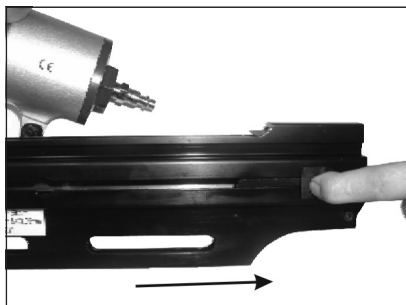
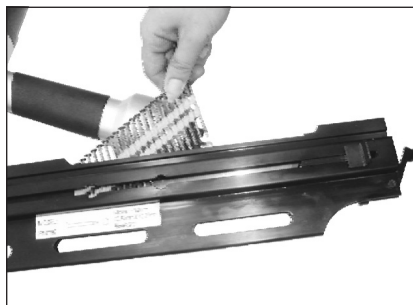

Рисунок 7
Рисунок 8
1. Потяните толкатель назад до защелкивания (рис. 7). Вытяните гвозди назад и выньте их (Рис. 8).